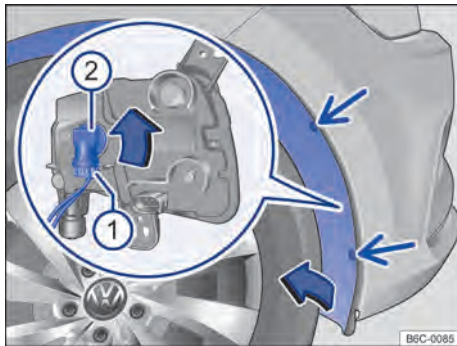

Fig. 168 Na caixa de roda dianteira: acesso à lâmpada incandescente do farol de neblina.
- 2 Remover os parafusos de fixação do revestimento da caixa de rodas → Fig. 168 (setas) com o auxílio de uma chave de fenda.
- 5 Retirar o conector de alimentação da lâmpada → Fig. 168 1, pressionar, ao mesmo tempo, a trava de fixação do conector.
- 6 Girar o soquete da lâmpada → Fig. 168 2, no sentido anti-horário até o batente, e desencaixá-lo do alojamento.
- 13 Recolocar os parafusos de fixação → Fig. 168 (setas) e apertá-los.